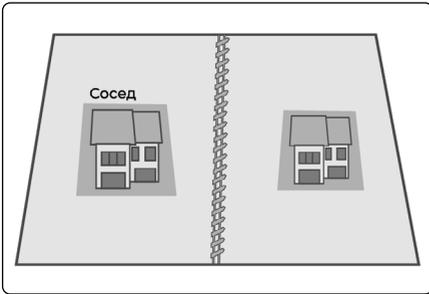

Рис. 20
4. Если магнитная полоса недостаточно длинная, соедините две полосы (Рис. 20).